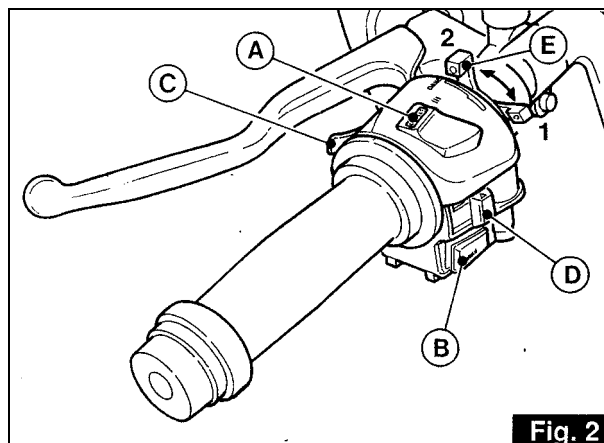

Fig. 2
Interrupteurs de commande et feux (fig. 2 et 3)
Interrupteur «A» (lights) (fig. 2)
Bouton klaxon, appels de phare et interrupteur clignotants (fig. 2)
- si le moteur est froid, mettre le starter «CHOKE» «E» sur la position «1» (voir fig. 2);
Commande starter «CHOKE» («E» fig.2)